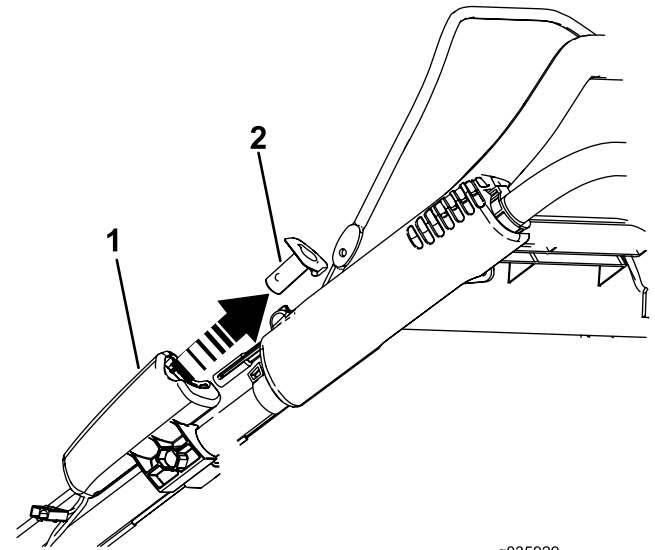

Figura 21
- Retire el botón de arranque eléctrico (Figura 21).